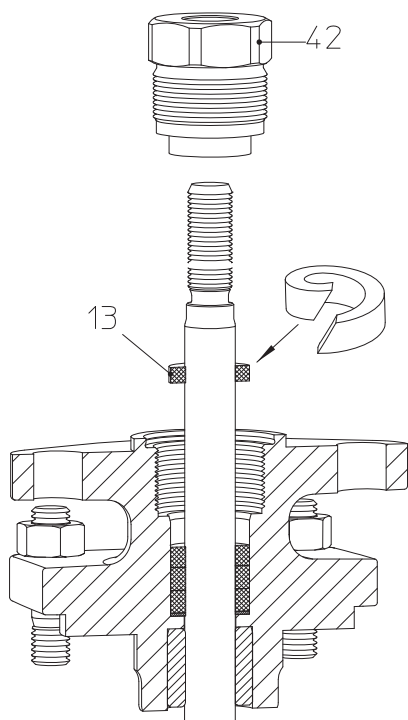
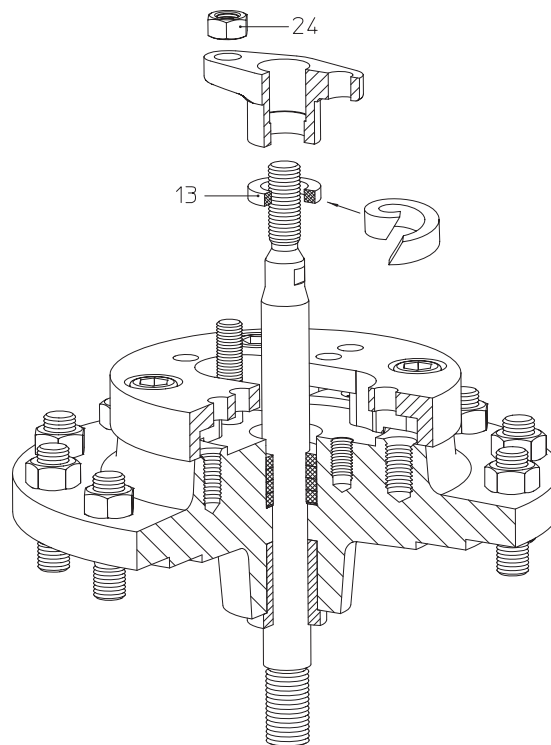

Fig. 13: Junta prensaestopas DN15-150
Fig. 14: Junta prensaestopas DN125v-150v
- Colocar un nuevo anillo de empaquetadura (Pos. 13), montaje según Fig. 13 - Fig. 14.